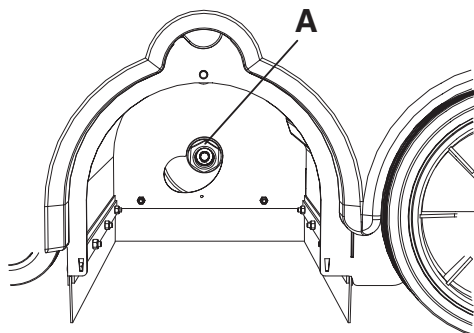
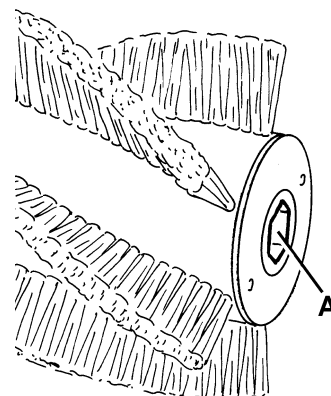

Рисунок 6
Рисунок 8
9. Убедитесь, что на приводной ступице (А, Рис. 6) нет грязи или случайно намотавшихся посторонних предметов (веревки, тряпок и т.д.).
11. Установите новую основную щетку и убедитесь, что отверстие (А, Рис. 8) правильно село на соответствующую приводную ступицу (А, Рис.6).